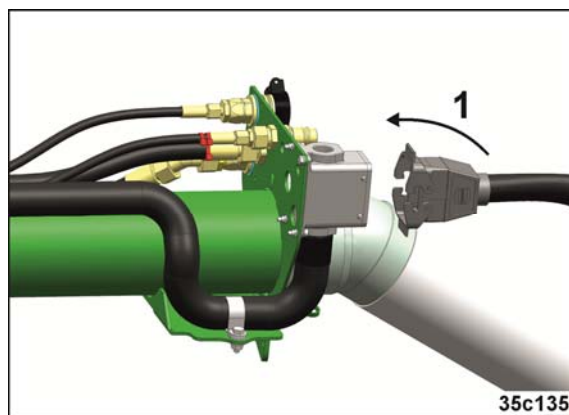

Fig. 43
1. Brancher le connecteur de la trémie avant (Fig. 43/1) sur le câble de données du groupe de flexibles.